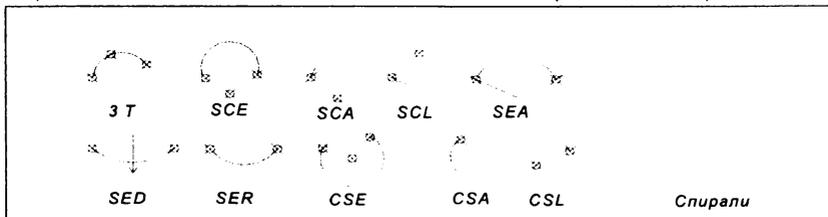

Рис. 3.2. Примеры построения дуг и спирали
3. Создайте слой – **Дуга**. Начертите дуги всеми возможными способами (рис. 3.2). Постройте спираль, используя опцию Contin (Continue - продолжение).